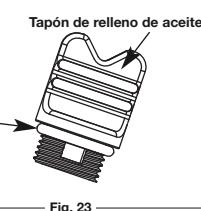

Fig. 23
**NOTA:** Verifique que el anillo en O esté en su lugar en el tapón de llenado de aceite cuando mida y cambie el aceite (Fig. 23).